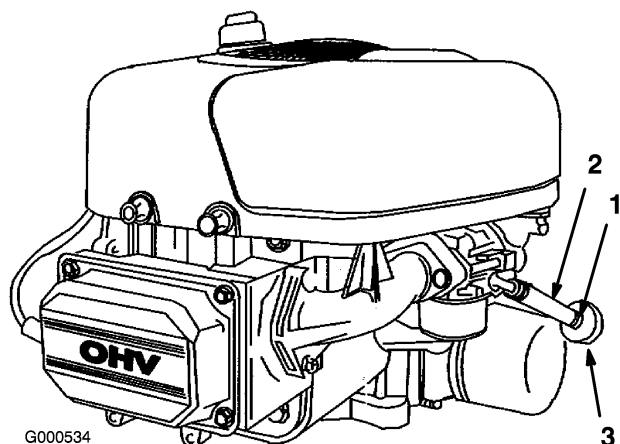

Figura 29
- Apriete los extremos de las abrazaderas y deslícelas por el tubo alejándolas del filtro (Figura 29).
- Instale un filtro nuevo y acerque las abrazaderas al filtro (Figura 29).